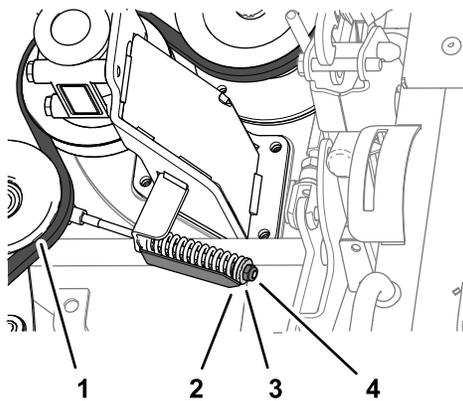

図 133
4. ベルトテンシヨナのプーリからベルトを外せる程度まで、ベルトテンシヨナのジャムナットをゆるめる 図 133。
2. ジャムナットの締めつけるテンションインジケータの矢印がワッシャの外側表面と同じになるまで締め付ける 図 133。